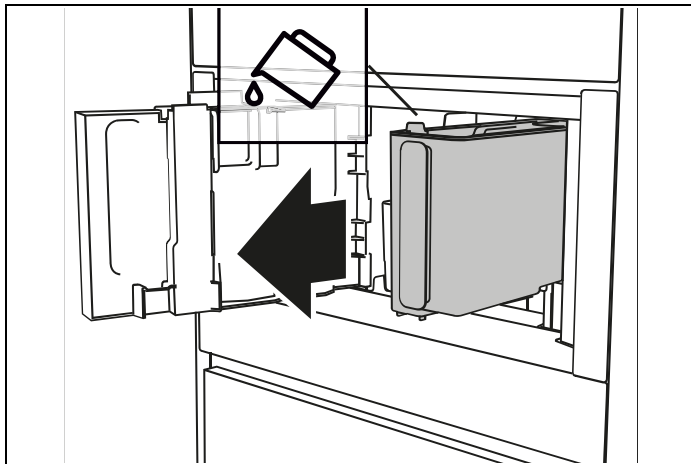
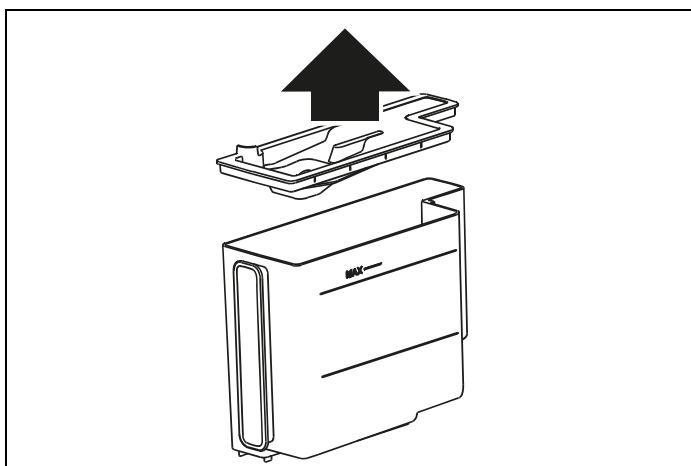
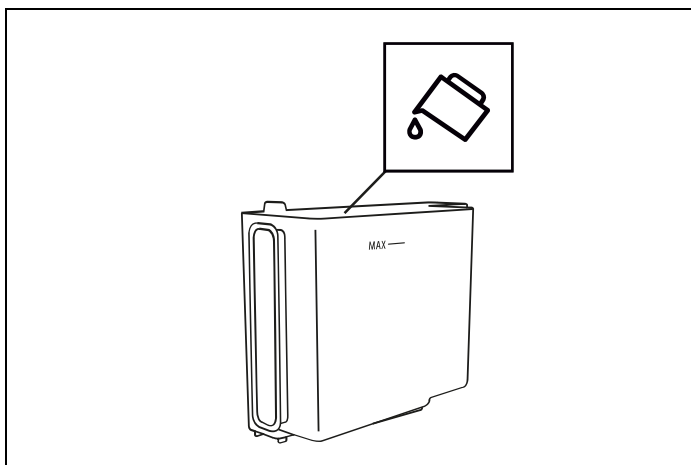
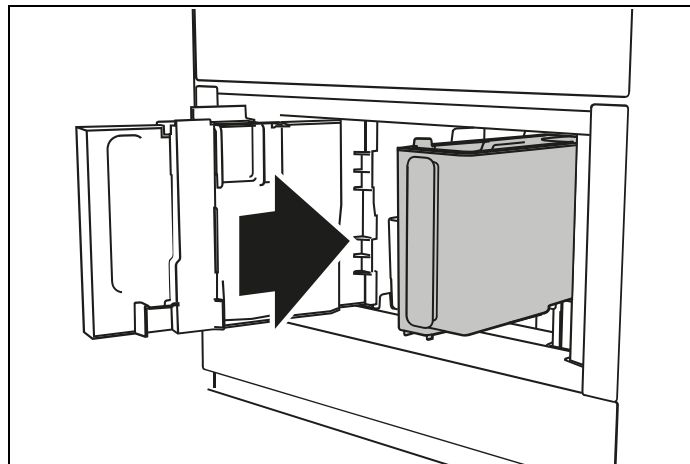

Fig. 17
Fig. 18
Fig. 19
Fig. 20
**3) FYLL VATTENTANK MED FÄRSKT VATTEN:** avlägsna vattentanken (A12) (Fig. 17 ), öppna locket (Fig. 18 ), fyll på upp till MAX-linjen (markerad på insidan av tanken) med färskt vatten (Fig. 19 ). Stäng locket och sätt tillbaka tanken i apparaten (Fig. 20 ).